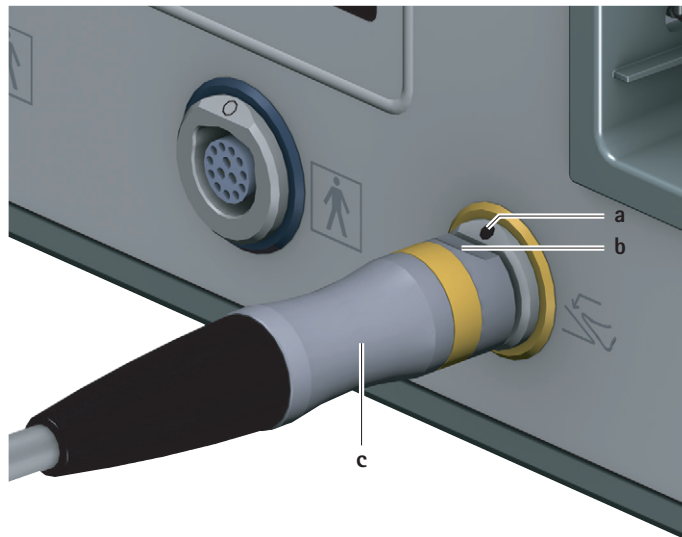

Fig. 2 Tænding af fodbetjening
- Vend stikket på fodbetjeningen c således, at markeringen b på stikket stemmer overens med markeringen a på tilslutningen til fodbetjeningen 6, se Fig. 2.
- Træk stikket på fodbetjeningen **c** ud af tilslutningen til fodbetjeningen **6**, se Fig. 2.